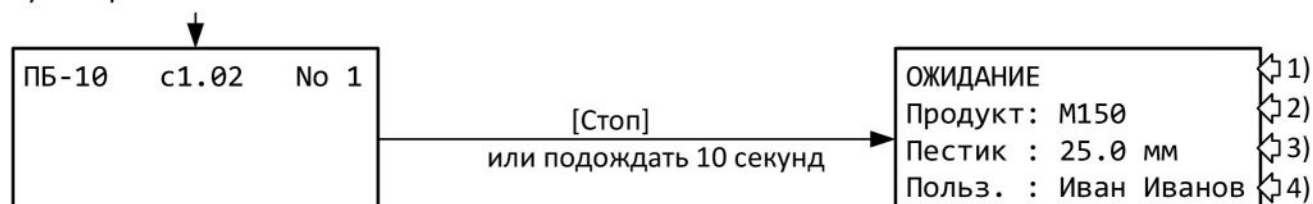

Рисунок 4 – Окно ожидания
3.3.2 Через 10 секунд или по нажатию кнопки [Стоп], аппарат перейдет в режим ожидания, на экране будет отображено окно ожидания (рисунок 4).